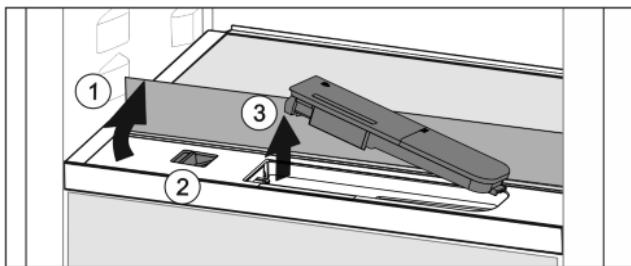

Fig. 36
- ▶ Підняти скляну панель і відкинути до упору назад Fig. 36 (1).
- ▶ Посуньте повзунок Fig. 36 (2) уліво.
- ▶ Вийняти бак для води Fig. 36 (3).